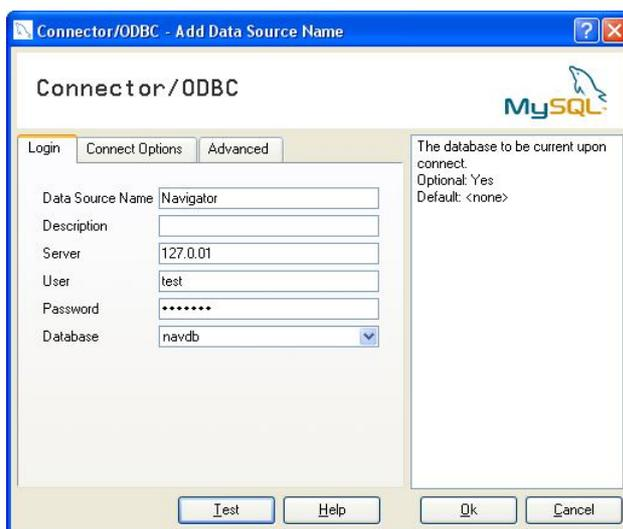

Рисунок 1
4. В появившемся окне указываются параметры настройки, на закладке «Login», рисунок 1, перечислены в таблице 2.